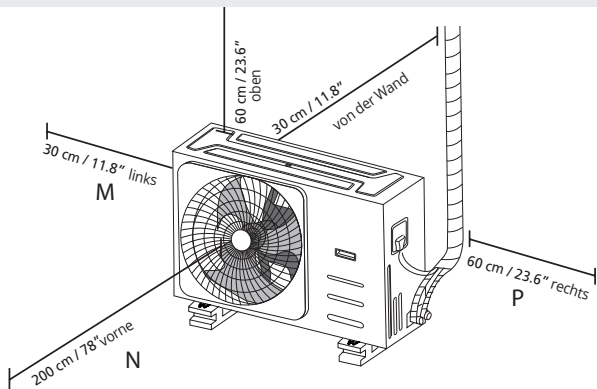

Abb. 4.10
**HINWEIS:** Der minimale Abstand zwischen Außeneinheit und Wänden, wie in der Installationsanleitung beschrieben, gilt nicht für luftdicht verschlossene Zimmer. Sorgen Sie dafür dass das Gerät in mindestens zwei der drei Richtungen frei von Hindernissen bleibt. (M, N, P) (Siehe Abb. 4.10)